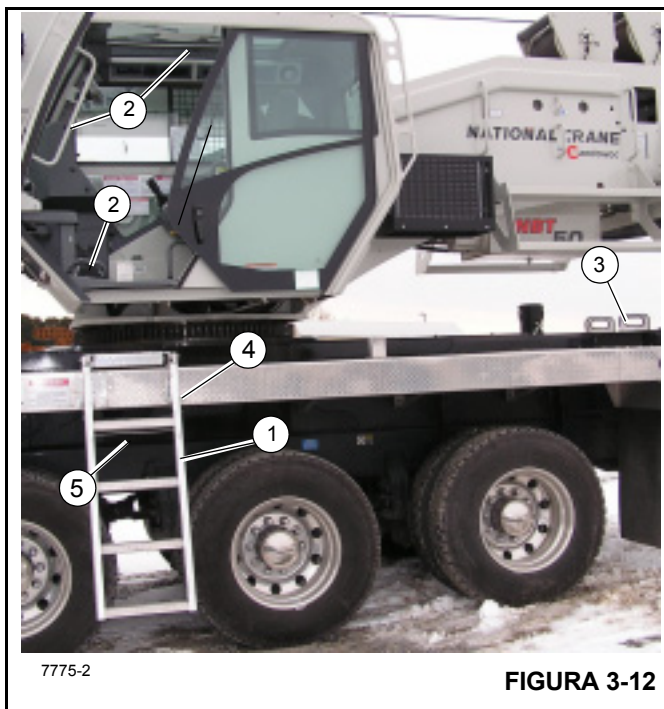

FIGURA 3-12
Para entrar en la cabina de la grúa, use la escalerilla (1, Figura 3-12) almacenada al lado de la cabina en la plataforma del vehículo y colóquela como se ilustra en la Figura 3-12. La escalerilla se asegura en posición por medio de trabas (4). Suba la escalerilla y al mismo tiempo tome las agarraderas (2) en la entrada de la cabina para entrar en la cabina. No intente entrar a la cabina por ningún otro medio. Suelte la escalerilla utilizando la manija (5) y eleve y gire a la posición de almacenamiento.
La escalerilla (3) se almacena en la parte trasera de la grúa y también se utiliza para acceder a la cabina y a la zona de la superestructura por el lado derecho de la grúa (se muestra el lado izquierdo en la Figura 3-12). Se proveen dos juegos de agujeros en el lado izquierdo de la grúa para insertar la escalerilla (3) en las mismas posiciones que se ilustran en la Figura 3-12.